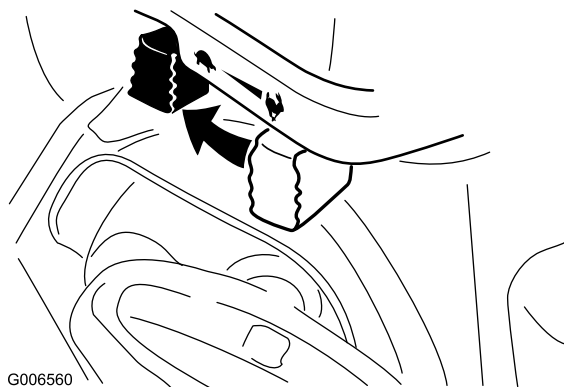

Figure 25
1. Déplacez la commande d'accélérateur en position Bas régime, puis en position Arrêt (Figure 25).